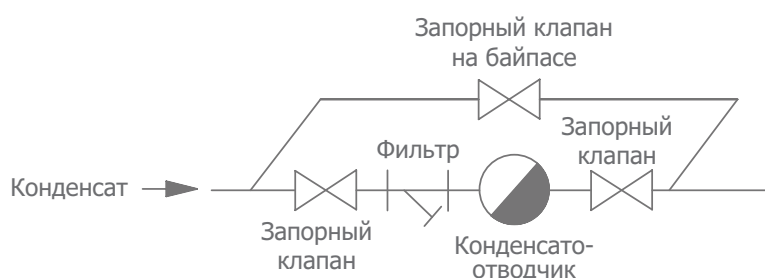

Рис. 1
b. Стандартные схемы монтажа конденсатоотводчика показаны на рис. 1 и 2. Они включают запорные клапаны на входе, выходе и байпасной линии, фильтр (может быть опущен, если конденсатоотводчик имеет встроенный фильтр), сам конденсатоотводчик, клапан для проверки его работы и обратный клапан.